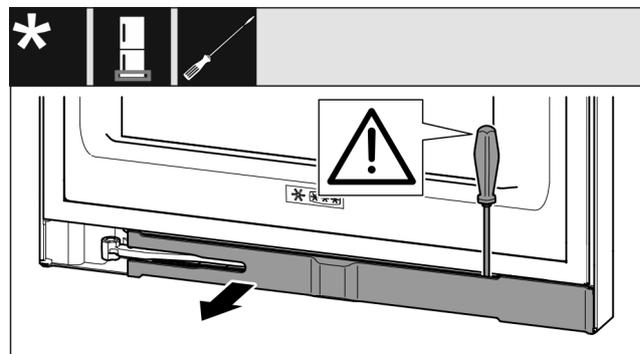

Fig. 13
- ▶ Blende mit Schlitzschraubendreher austrasten und zur Seite schwenken Fig. 13 ().